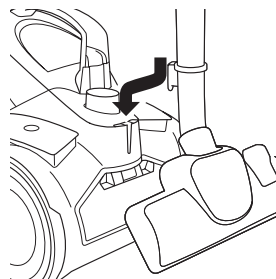

рис. 9
- Так же вы можете вставить телескопическую трубку в парковочный кронштейн (рис.9)